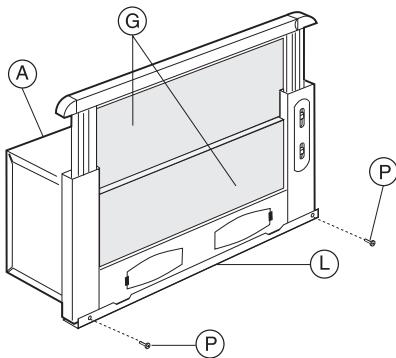

Fig. 2
- Pour un montage correcte, aligner la partie avant de la hotte à la porte du panneau et régler l'entretoise L en utilisant les vis P (Fig.2) ensuite faire coïncider la partie postérieure de l'appareil au meuble.